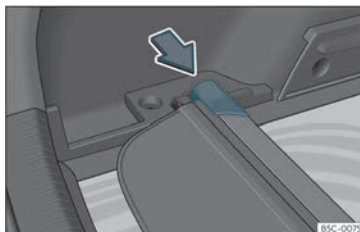

Abb. 112 Im Gepäckraum: Aufnahme zum Verstauen der aufrollbaren Abdeckung.
- Drücken Sie den Kopfteil der aufrollbaren Abdeckung in Pfeilrichtung, bis diese in der vorgesehenen Aufnahme einrastet »» **Abb. 112**.